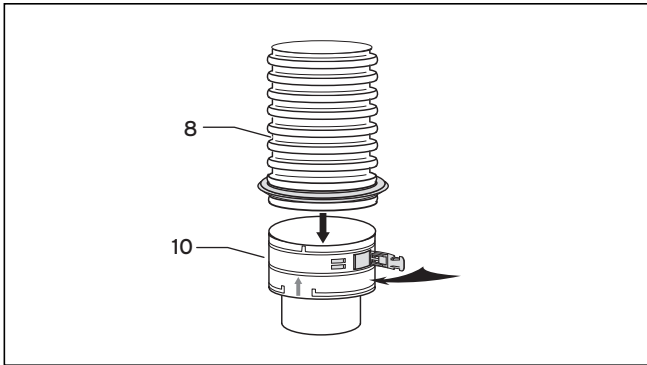

Abb. 6.55 Einsteckelement mit flexibler Abgasleitung
- Schieben Sie das untere Ende der Abgasleitung (8) bis zum Anschlag in das Einsteckelement (10) und befestigen Sie es mit den Klick-Verschlüssen (siehe Abb. 6.55).